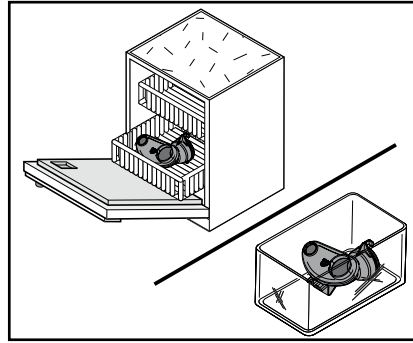

Рис. 29
- e. Очистить смесительную вставку с уплотнительным кольцом (Рис. 29):